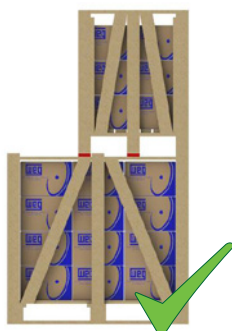
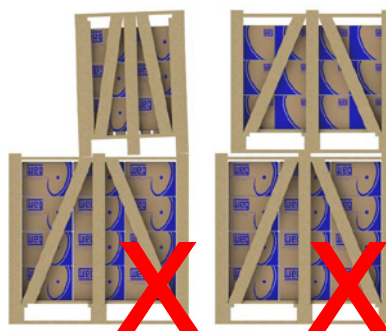

Figura 27 - Empilhamento adequado.
Figura 28 - Empilhamento inadequado.
- 3) Os pés das embalagens superiores devem estar apoiados sobre calços de madeiras (Figura 27) e não sobre as fitas de aço e nem tampouco ficar sem apoio (Figura 28).